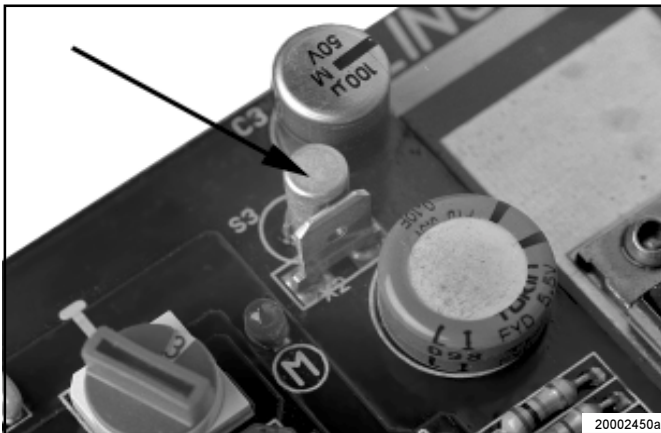

Fig. 5: - Détecteur de secousses
- Grâce à un détecteur de secousses (Fig. 5) qui enregistre tous les mouvements dès que le véhicule se met en marche, il est possible d'enregistrer le temps réel de marche du véhicule avec exactitude.
- La borne 15 (interrupteur d'allumage) qui, en cas d'utilisation de la pompe sur les véhicules tracteurs, est utilisée pour enregistrer le temps de marche du véhicule n'est pas présente dans le cas d'utilisation de la pompe sur remorques/semi-remorques. Cette fonction est assurée par le détecteur de secousses qui est intégré à la plaquette de circuits imprimés. Voir Fig. 5.